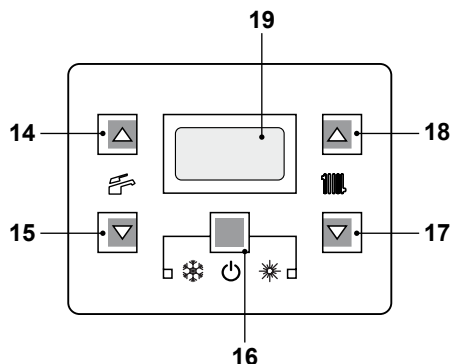

Figura 2.3
- Mantenga pulsado durante 2 segundos el botón 16 hasta que aparezcan en la pantalla los dos símbolos y , Figura 2.3